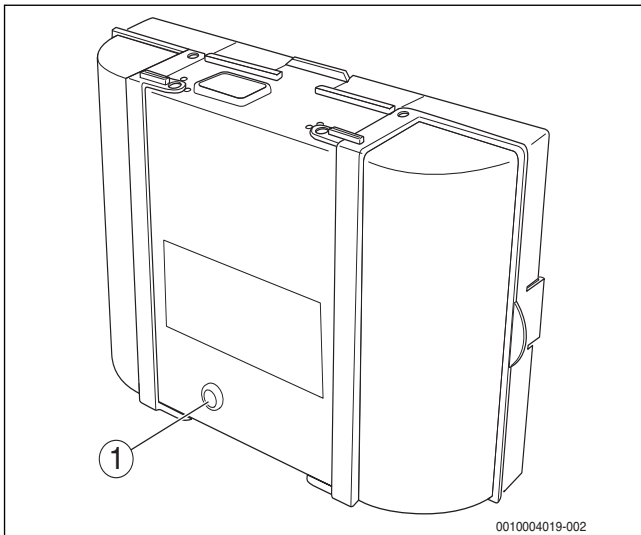

Bild 91 Störungen am Feuerungsautomaten zurücksetzen
- ▶ Taste „Entstören“ am Feuerungsautomaten drücken (→ Bild 91).